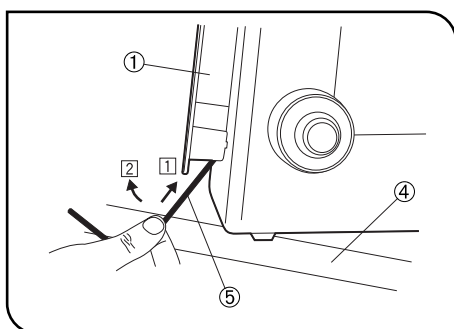

Abb. 30
Außerdem auf Verwendung des mitgelieferten Sechskant-Steckschlüssels achten; keinen dünnen Steckschlüssel verwenden. Das Mikroskopstativ zur Tischkante ④ schieben, einen Sechskant-Steckschlüssel ⑤ am unteren Teil der Kabelaufhängung ① ansetzen, und die gesamte Aufhängung zum Entfernen nach oben ziehen, indem der Sechskant-Steckschlüssel in die Richtungen ① und ② gedrückt wird. (Abb. 30)